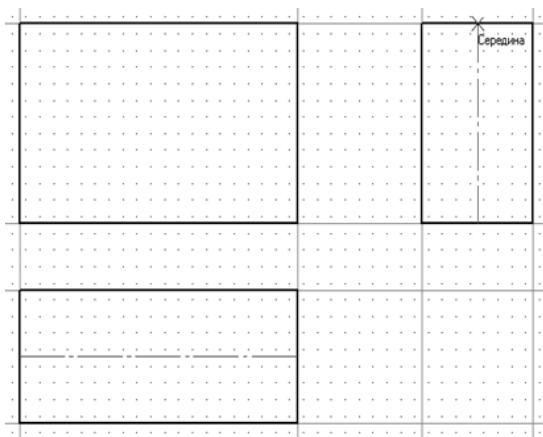

Рис. 92
13. Построить осевые линии на видах сверху и слева (рис. 92). Объектные привязки при построении отрезков осевых прямых отслеживают середину сторон прямоугольников.